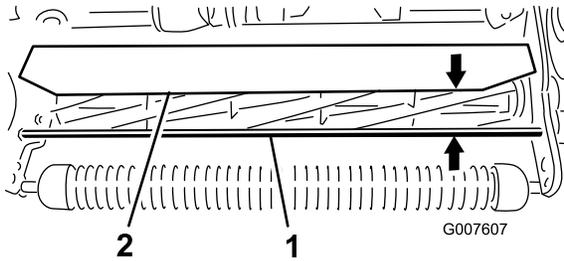

Figura 51
1. Mida la distancia desde la parte superior de la varilla de soporte delantera hasta el borde delantero del deflector en cada extremo de la unidad de corte (Figura 51).